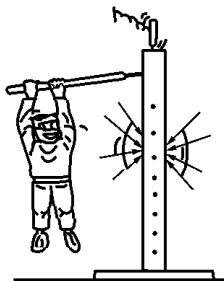

图 2.4.17
7. 不要使用铸铁的三角槽钢来做支撑轴,因为铸铁易脆,并且可能散架,如图 2.4.17 所示。